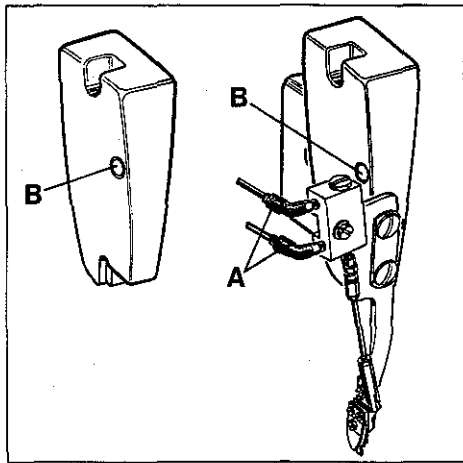
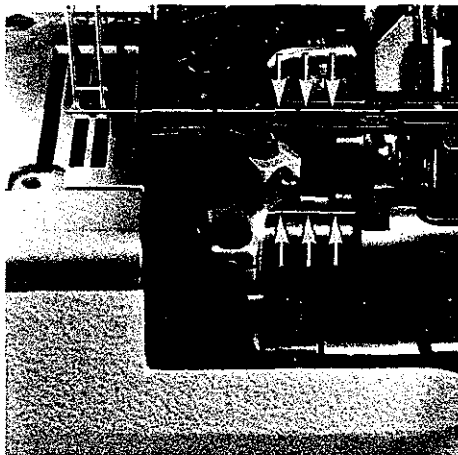
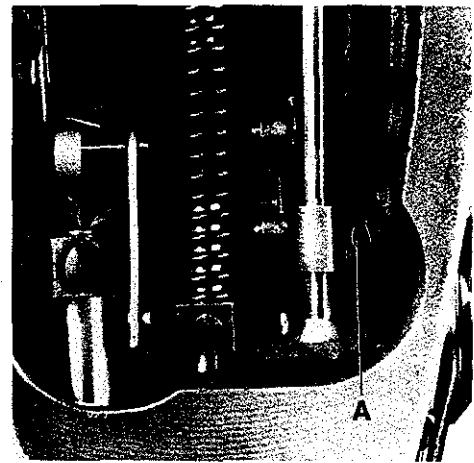
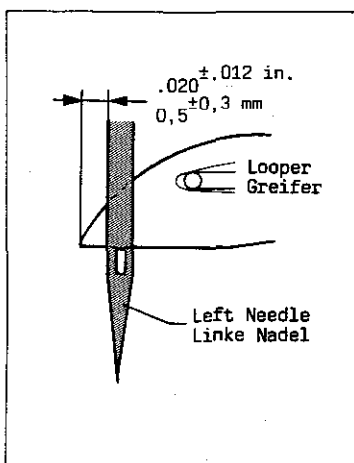

Fig.19
Fig.21
Fig.20
Fig.23
1. Remove the head cover*, presser foot and feed dogs. For removing the head cover on styles with cover thread trimmer the PA-tubes have to be disconnected on the swivel elbows (A, Fig. 19) of the air cylinder.
3. Loosen screw (A, Fig. 20) and turn needle bar as required, so the needles center in the needle holes of throat plate and are parallel to the looper shaft (see Fig. 21). This can be checked by holding a ruler against the needles.
4. Retighten screw (A, Fig. 20).
* The needle bar can also be aligned and set to height without removing the head cover. For this, remove plug (B, Fig. 19) in the head cover to have access to screw (A, Fig. 20) in the needle bar connection. Remount the plug.
1. Entfernen Sie den Kopfdeckel*, Drückerfuß und Transporteure. Zum Entfernen des Kopfdeckels müssen bei Maschinen mit Legfadenabschneider die PA-Schläuche an den Winkleinerschraubungen (A, Fig. 19) am Luftzylinder gelöst werden.
3. Lösen Sie die Schraube (A, Fig. 20) und drehen Sie die Nadelstange so, daß die Nadeln mittig in die Stichlöcher der Stichplatte einstechen und parallel zur Greiferwelle stehen (siehe Fig. 21). Dies kann durch Anlegen eines Lineals an die Nadeln geprüft werden.
4. Ziehen Sie die Schraube (A, Fig. 20) wieder an.
* Die Nadelstange kann auch ohne Abbau des Kopfdeckels ausgerichtet und auf die Höhe eingestellt werden. Entfernen Sie dazu den Verschlussstopfen (B, Fig. 19) im Kopfdeckel, damit die Schraube (A, Fig. 20) im Nadelstangen-Mitnehmer zugänglich wird. Montieren Sie den Verschlussstopfen wieder.
The height of needle bar is correct, when the looper point at its travel from right to left is 0.5 mm (.020 in.) left of the left needle (see Fig. 23) and the top of the needle eye is flush with the underside of the looper. For adjustment loosen screw (A, Fig. 20)* and move needle bar up or down as required. Retighten screw (A).
Die Nadelstangenhöhe ist richtig eingestellt, wenn die Greiferspitze bei ihrem Weg von rechts nach links 0,5 mm links der linken Nadel steht (siehe Fig. 23) und Oberkante Nadelöhr und Unterkante Greifer in gleicher Höhe stehen. Lösen Sie für diese Einstellung die Schraube (A, Fig. 20)* und schieben Sie die Nadelstange nach Bedarf nach oben oder unten. Ziehen Sie die Schraube (A) wieder an. Beachten Sie, daß bei dieser Einstellung die Nadelstange nicht verdreht wird.